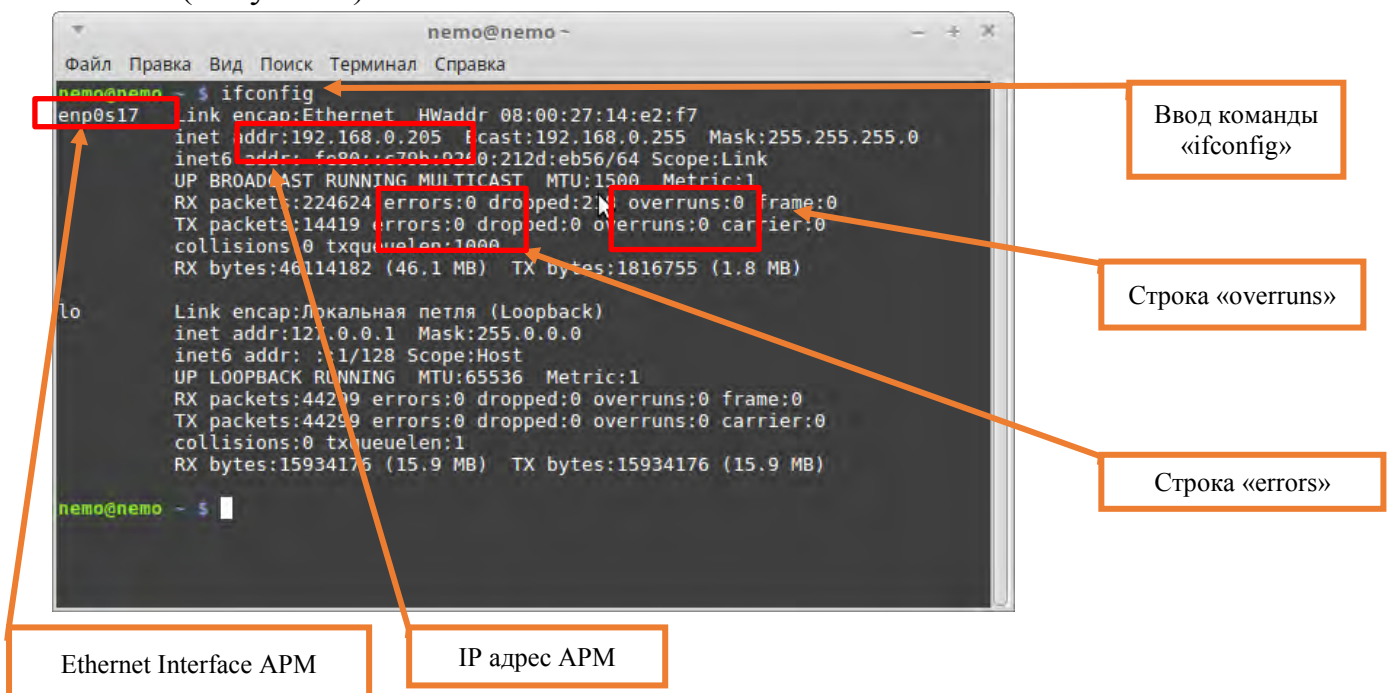

Рисунок 5. Ввод команды.
7.1.8. В «окне» терминала ввести команду «ifconfig» и нажать клавишу «Enter» (Рисунок 5).
7.1.9. Проверить работу локальной сети для интерфейса АРМ, обращая внимание на цифры в строках «errors», «overruns» (Рисунок 5).